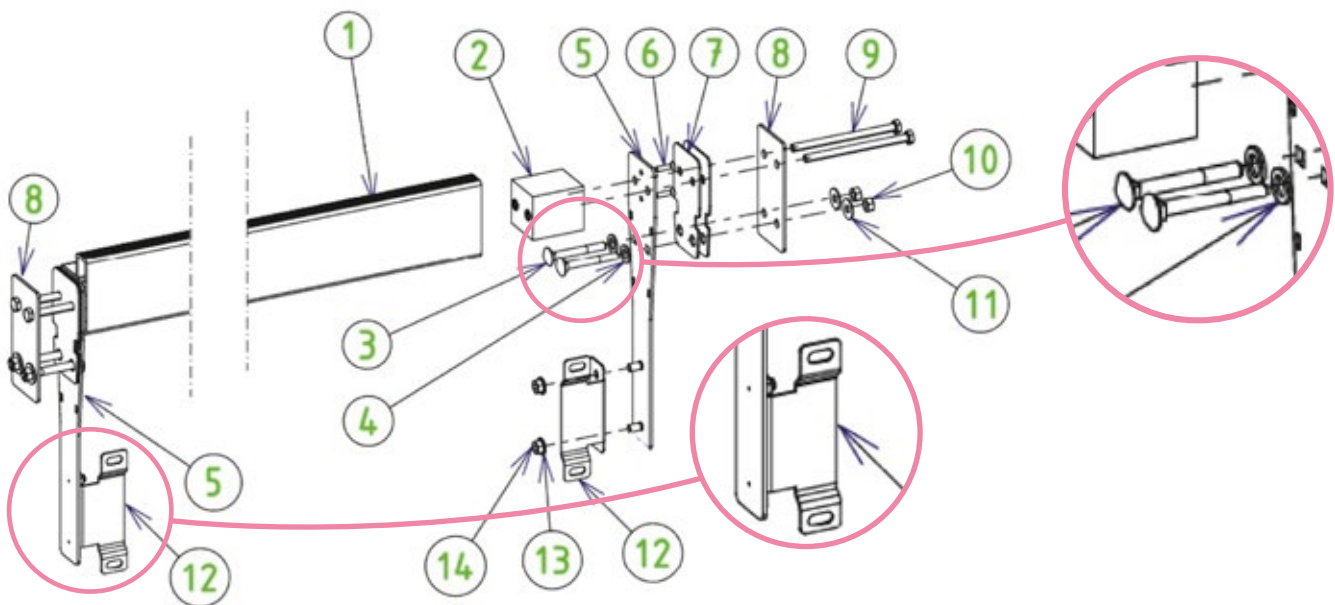

Abbildung 42 – Montage und Installation des Trägers
Die einzelnen Schritte für die Montage des Trägers/ Balkens sind in *Abbildung 42* gezeigt. Die zur Montage erforderlichen Schrauben finden Sie in Beutel Y. In der Abbildung befindet sich die Holzwand zwischen den Teilen 7 und 8, die Folie ist zwischen den beiden Gummi-Dichtungsplatten (7) eingezwängt.
- Kleben Sie die beiden verbleibenden Gummidichtungen an die Trägerplatten (5) und zwar gegenüber der Gewindestangen (die anderen beiden Dichtungen wurden am Holz angebracht, bevor die Folie eingepasst wurde). Achten Sie darauf, dass die Löcher in der Dichtungsscheibe (7) mit den Löchern der Trägerplatten (5) übereinstimmen.
- Von der Innenseite des Pools her führen Sie vier Flachrundschrauben, 8 x 70 aus Edelstahl A4 (3) mit 8 mm Gummidichtungen ein und dann, von der Außenseite des Pools her, montieren Sie Unterlegscheiben (11) und 8 mm Edelstahl-Muttern A4 (10).
- Die Löcher, die gemäß Abschnitt 9.2 oben in die Poolwand gebohrt wurden, müssen den verbleibenden 8-mm-Löchern in der Trägerplatte (5) und den Seitenplatten (8) entsprechen.
**!** ACHTUNG: Die Dichtungsscheiben (4) sind dringend erforderlich, um die Leckdichtheit des Pools zu gewährleisten.
- Befestigen Sie die beiden Winkel (12) mit Hilfe von 4 Muttern (14) und vier 8 mm Edelstahl-Unterlegscheiben A4 (13) an den Trägerplatten (5). Die herausstehenden Teile der Winkel (12), die eine Einkerbung haben, müssen an der dem Skimmer und der Achse gegenüberliegenden Seite sein (siehe vergrößerte Ansicht der Winkel (12) in *Abbildung 42*).
- Schieben Sie die Polyamid-Blöcke (2) mit einem Hammer in beide Seiten des Trägers/ Balkens (1); achten Sie dabei darauf, dass die Messingeinsätze der Polyamid-Blöcke in Richtung Innenseite des Balkens ausgerichtet sind.
- Montieren Sie den Träger/ Balken auf dem Pool und zwar den Trägerplatten (5) zugewandt ; achten Sie dabei darauf, dass die Löcher in den Platten (5) und Seitenplatten (8) aufeinander abgestimmt sind. Von der Außenseite des Pools her befestigen Sie den Träger mit Hilfe von vier Edelstahl-Schrauben A2, 8 x 120, an der Außenseite des Pools.
Befestigen Sie schließlich die Trennwand auf den Winkeln (Teil 12 in *Abbildung 42*) mit vier Senkkopfschrauben (7) 8 × 16, vier Unterlegscheiben und vier Muttern von 8 mm Durchmesser aus A4 Edelstahl.